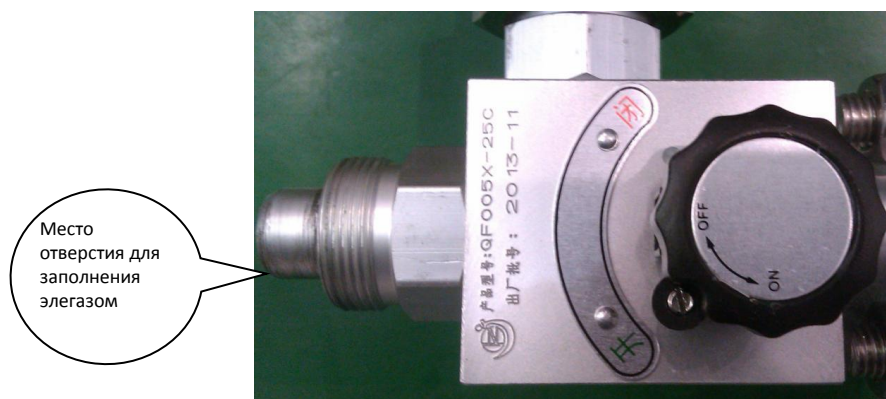

Рисунок 31. Заполнение элегазом
5. После завершения заполнения газом следует завинтить натяжной винт в рукоятке шарового клапана для поддержания его в положении включения, а также завинтить блокирующую гайку. (см. рисунок 31).